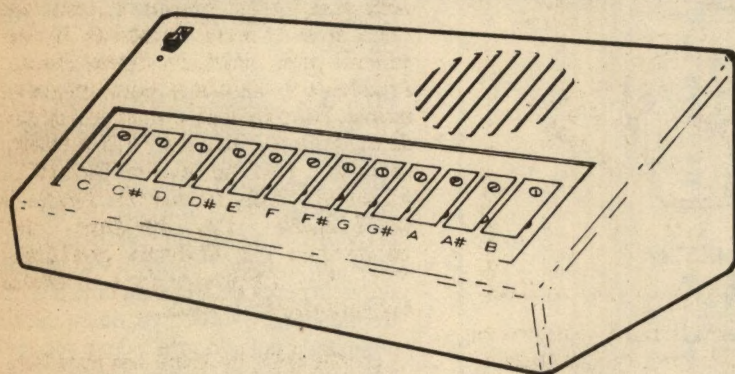

Fig. 6
- FIG. 6 - O ACABAMENTO DO MINOR - São muitas as possibilidades práticas e "estéticas" para o acabamento ou "encaixamento" do circuito. De qualquer forma, a presença intrínseca do "teclado" obriga ao uso de um container longo e baixo, com medidas mínimas em torno de 20,0 x 12,0 x 3,0 cm. Se o painel principal da caixa for em leve "rampa", conforme sugere a ilustração, mais elegante e funcional ficará o conjunto... Pés de borracha darão estabilidade ao MINOR, de modo que o conjunto não "deslize" sob a pressão dos dedos do "músico" sobre as teclas... Quanto a estas, parece-nos prático dotar o dito painel principal de uma espécie de "janela", longa e estreita (cerca de 18,5 x 4,0 cm.) através da qual sobressairão as teclas... Alguns inevitáveis "truques" mecânicos pode tornar-se necessários, auxiliados pelo formato em "rampa" do container (que assim "dá espaço" para a acomodação dos componentes do mini-circuito inserido na mesma placa, "acima" do "teclado"...). Uma outra solução para "dar espaço" distanciar um pouco as teclas da superfície da placa, simplesmente usando parafusos mais longos, dotados de 3 porcas (na fi-